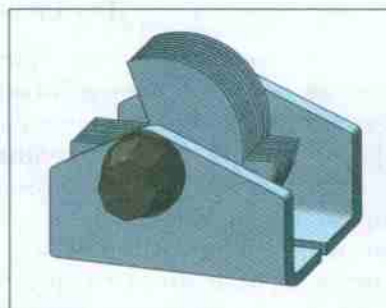

Рис. 15. Конденсатор переменной ёмкости
*Конденсаторы переменной ёмкости* имеют более сложную конструкцию по сравнению с постоянными. Они состоят из двух групп металлических пластин. Одна группа пластин неподвижна, она жёстко связана с корпусом конденсатора. Другая группа размещена на оси, при её вращении пластины входят в зазор между неподвижными пластинами (рис. 15). Происходит как бы взаимное перекрытие пластин. В мало-